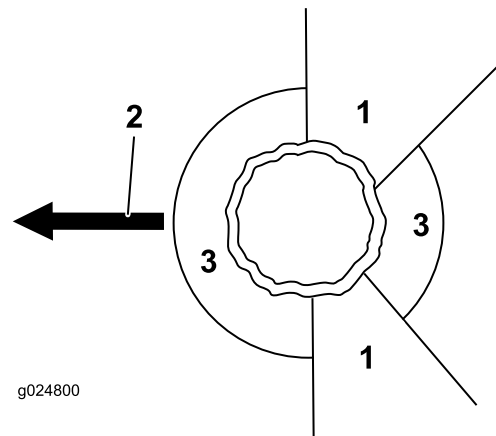

Figura 17
2. Determine una vía de escape despejada y segura para retirarse de la zona de peligro, consulte Figura 17.